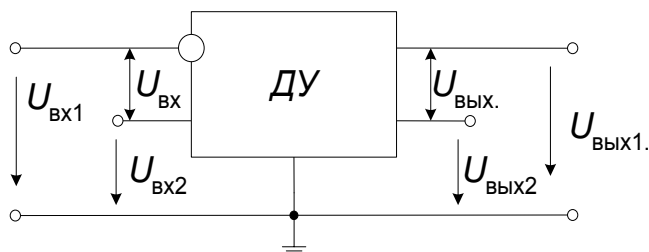
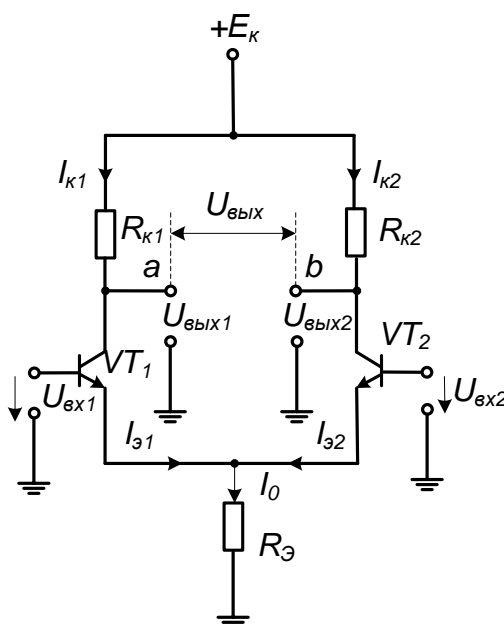

Рис.9.1.
Рис.9.2
выходе и появляется какой-то уровень напряжения и его, в дальнейшем, трудно отличить от полезного сигнала. Самым эффективным методом борьбы с «*дрейфом нуля*» является использование *дифференциального усилителя*, структурная схема которого приведена на рис.9.1, а электрическая принципиальная — на рис.9.2.
Один из входов ДУ снабжён символом «О» (на рис.9.1 это  $U_{\text{вх1}}$ ), это означает, что вход инвертирующий, то есть фаза входного сигнала на выходе изменяется на противоположную. Второй вход ( $U_{\text{вх2}}$ ) неинвертирующий (без символа): фаза сигнала на выходе совпадает с фазой входного сигнала.
Сигнал, который на рис.9.1 обозначен как « $U_{\text{вх}}$ », называется *дифференциальным*. Следовательно, *дифференциальный сигнал — это сигнал, который действует на входе ДУ и который равен разности сигналов, поступающих на входы*
В основе ДУ лежит схема балансного усилителя, в которую заложен принцип сбалансированного моста (рис.9.2).
Схема, представленная на рис.9.2, называется симметричным ДУ: схема усиливает разницу сигналов  $U_{вх1}$  и  $U_{вх2}$ , а на выходе снимается разница напряжений  $U_{вых1}$  и  $U_{вых2}$ . Если на входы ДУ поступают сигналы, совпадающие по фазе, то токи, протекающие через  $VT1$  и  $VT2$ , в идеально симметричной схеме одинаковы и равны
Схема ДУ на рис.9.2 напоминает схему переключателя тока (ПТ), но в ПТ транзисторы открывались поочерёдно, а в схеме ДУ транзисторы, работая в активном режиме, открыты всё время.
Напряжение на выходе ДУ (в точках «аб» на рис.9.2).
1. *Если на входе ДУ действует дифференциальный сигнал*, то возрастание тока через один из транзисторов (рис.9.2) сопровождается уменьшением тока через другой, в результате ток через резистор  $R_э$  остается неизменным. Следовательно, в режиме дифференциального сигнала ООС отсутствует и резистор  $R_э$  не влияет на коэффициент усиления ДУ в целом.